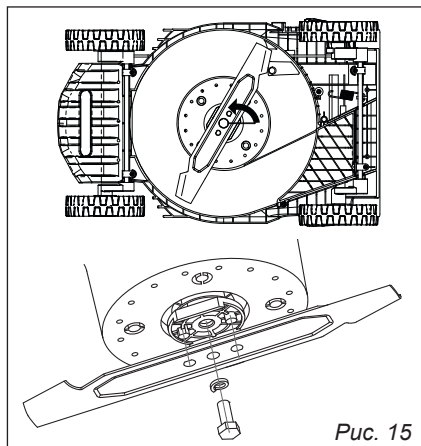

Рис. 15
При использовании режима мульчирования установка травосборника не допускается (рис. 15).
4) Надежно зафиксируйте нож с помощью крепежного болта (рис. 15).